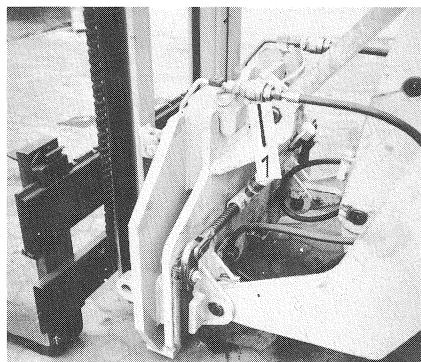

Bild 42
- (3) Mittels Schraubkupplungen (Bild 42/1) die hydraulische Verbindung zwischen Hubstapler und Lader-Bagger herstellen.
- (3) Make the hydraulic connections between loader and high-lift by means of screw couplings (fig. 42/1).
- (3) A l'aide des raccords à vis (fig. 42/1) réaliser la connexion hydraulique entre le chariot élévateur et la chargeuse.